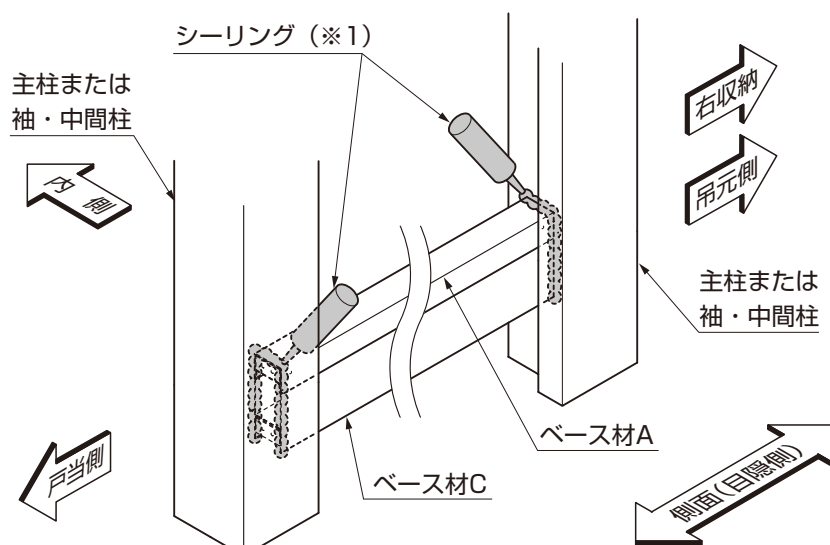

図3-1 ベース材(折戸パネル)
●側枠上げ下げ窓には、外側・内側の向きがありますので確認してください。(図3-1参照)
- ①ベース材にシーリング(※1)をしてください。(図3-1参照)